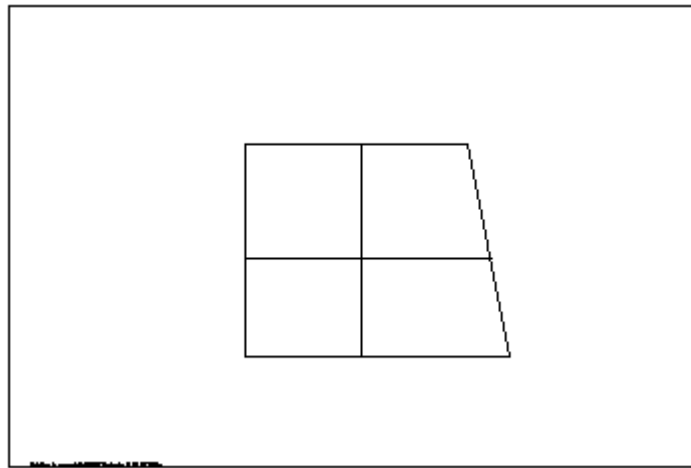

Fig. 1 Red de alcantarillado propuesta
2. Active el comando **LINE** (LINEA) de AutoCAD para dibujar la red de alcantarillado. Puede dibujar cualquier red, pero para el presente ejercicio se propone una red simple como la siguiente (*Fig. 1*):